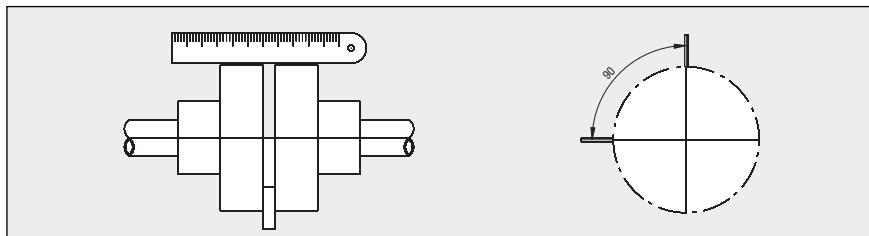

Figura 29 - Verificação das folgas axial e radial no acoplamento
- ① Para verificar o alinhamento radial utilize uma régua metálica conforme Figura 29. Assente a régua no acoplamento no seu sentido longitudinal e veja se não existe passagem de luz entre a régua e o acoplamento. A folga radial máxima admissível é de 0,2 mm. Para alinhar o
- ② Utilizando um calibrador de lâminas, confira a folga axial do acoplamento de 90 em 90 graus, conforme Figura 29.